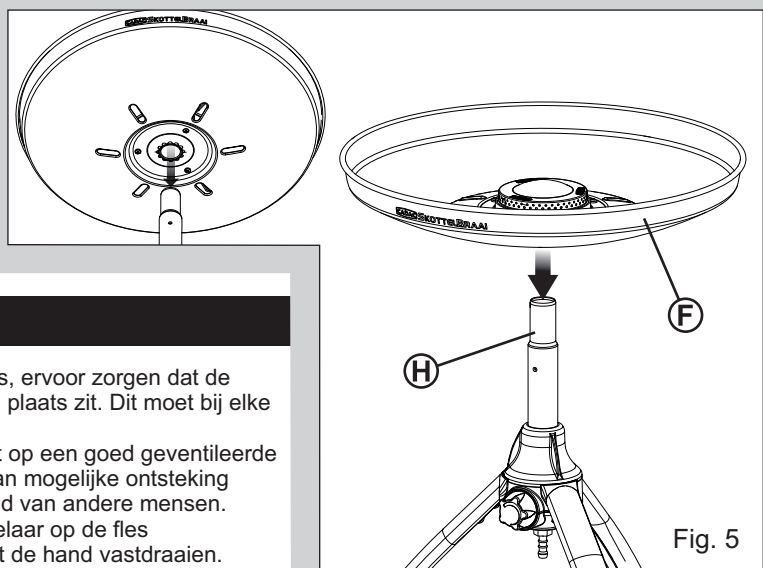

Fig. 5
- Plaats de brander pan (F) op de buis (H), en zorg ervoor dat hij op de juiste manier is afdicht. (Fig. 5)